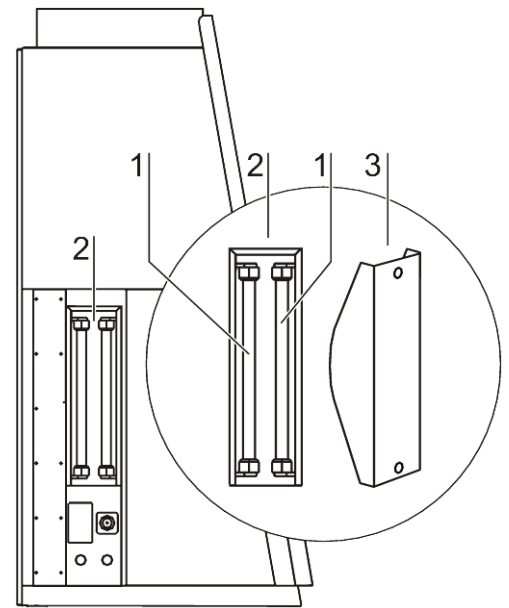

Abb. 8
**Abb. 8:** Die integrierte UV-Strahlereinheit (optional), besteht aus zwei in die Seitenteile integrierten Strahlergehäusen [2] mit je zwei UV-Strahlern [1]. Beide Strahlergehäuse sind mit einer aufgesteckten Schutzblende [3] aus Edelstahl abgedeckt. Die Kreuzstrahlung der UV-Einheiten ermöglicht eine flächendeckende Desinfektion bei verringerter Schattenzone. Die Wirkzeit der UV-Strahler ist voreingestellt.